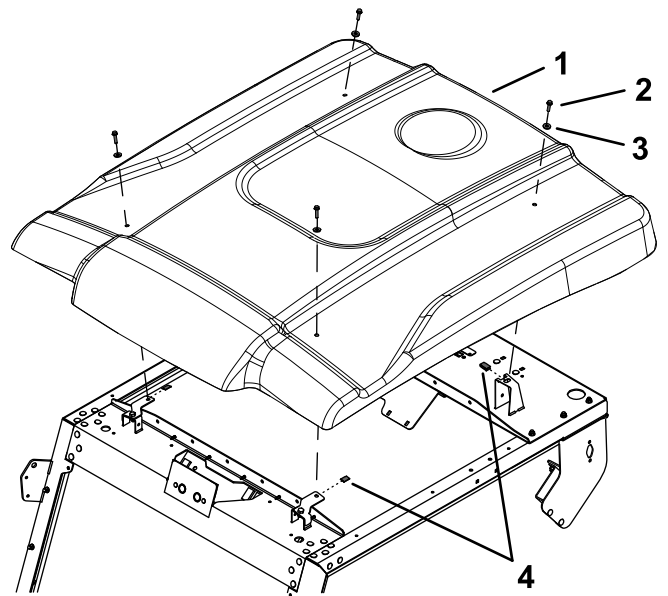

图10
5. 用 4 个六角头凸缘螺栓 $\frac{1}{4}$  x 1 英寸、4 个密封垫圈及 4 个夹具将遮阳篷安装到机架上 图10。